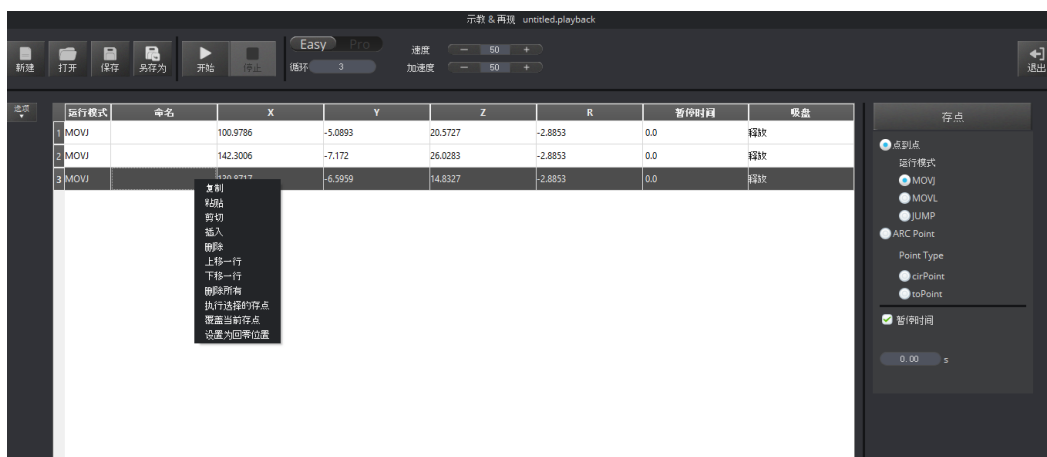

图 5.15 存点列表区域
- Easy和Pro模式下可以对选中的存点进行设置，比如复制、粘贴、剪切、切换运行模式，修改名称和坐标值等。如图 5.15所示。
右键快捷菜单	右键单击某一个存点弹出快捷菜单，可以对该存点进行复制、粘贴、剪切、插入和删除等操作。如图 5.15 所示